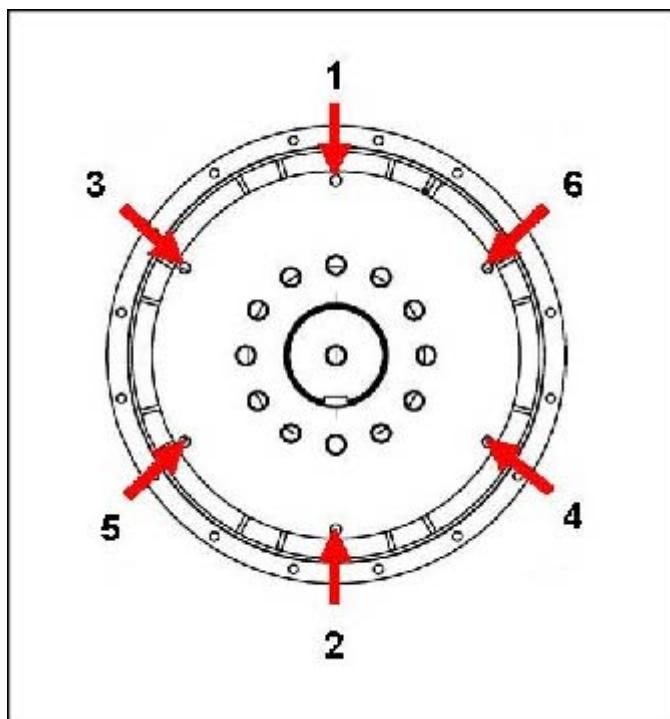

РИС. 14. ПОСЛЕДОВАТЕЛЬНОСТЬ КРЕПЛЕНИЯ К МАХОВИКУ
10. Затяните болты крепления диска муфты к маховику, соблюдая последовательность, указанную в Рис. 14 на стр. 28